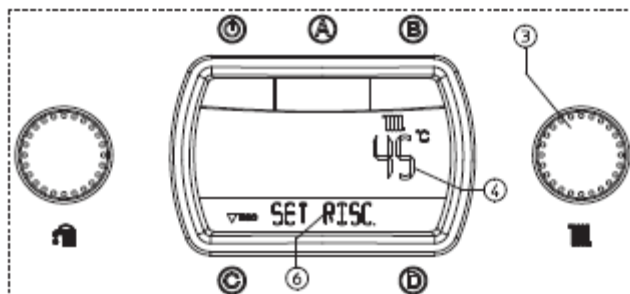

Fig. 10
- **Высокотемпературная зона.** Температура теплоносителя в высокотемпературной зоне отопления устанавливается посредством селектора (3) и индицируется на дисплее (24), посредством индикатора (4) и надписи "SET RISC." (Рис.10). Вращая ручку селектора (3) по часовой стрелке мы увеличиваем температуру, а против – уменьшаем.